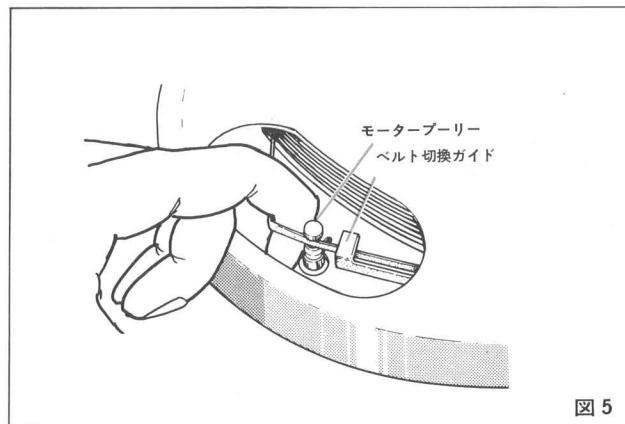

図5
①プレーヤーパネル左端のスピード切換レバーを“33”の方に切換えてください。
②図5のようにベルトを伸ばし、ベルト切換ガイドの間を通してモータープーリーにベルトをかけます。